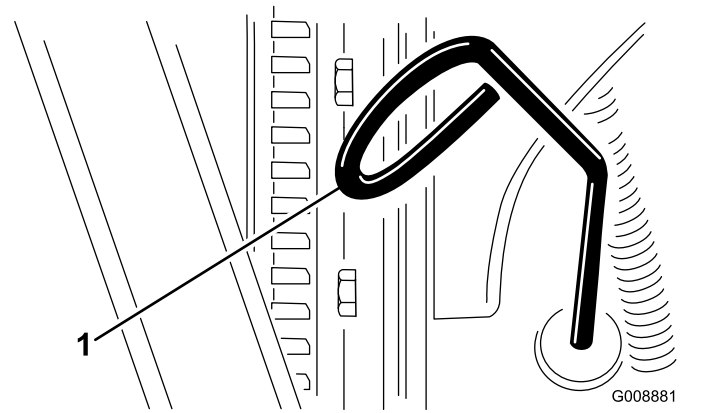

Figura 23
3. Retire la varilla, límpiela, y vuelva a colocarla (Figura 23).